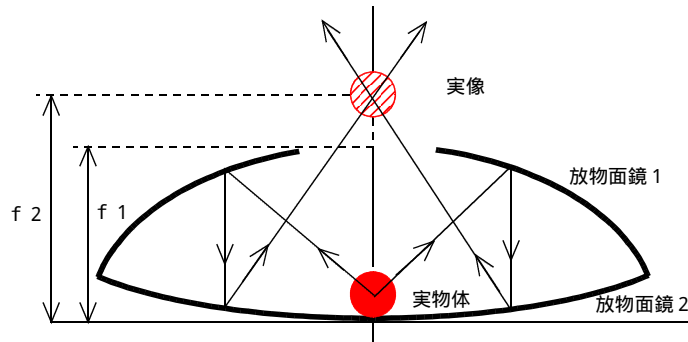
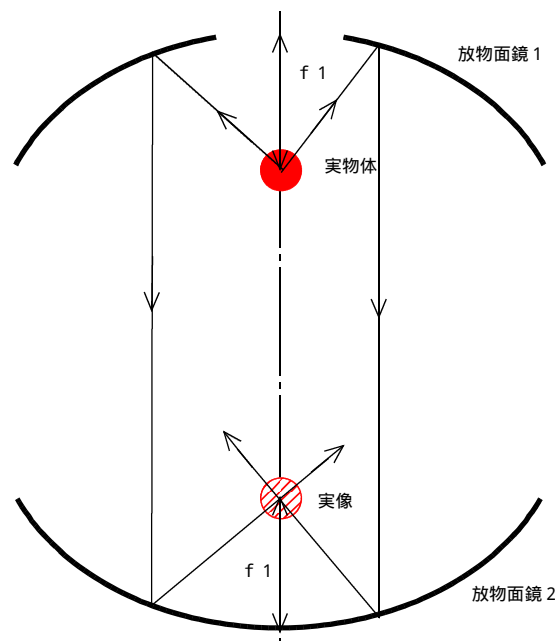
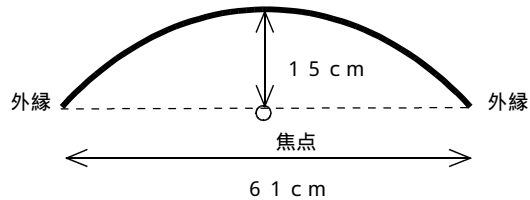

図1 焦点距離の異なる2枚の放物面鏡の組み合わせ。側面図。
図2 同型2枚の放物面鏡の配置
図4 パラボラリフレクターの外形と焦点位置の関係図
焦点距離の異なっている2つの放物面鏡を、図1に示しているように、向い合わせに配置する。図
2つの放物面鏡の大きさがほぼ同じで、焦点距離が、図1での2つの放物面鏡の配置に適合するようには、ほぼ100%特注して入手しかないであろう。実際、手の平サイズの、この方式のマジックミラーは市販されている。自作で、この方式を実現するのは、放物面鏡を自作することになるので、極めて難しい。が、ステンレスなどのパラボラ擬き鏡面を持っている調理用ボール、鍋や蓋等を探し出し、試行錯誤で組み合わせを行えば、できるかも知れない。
パラボラアンテナから、放物面鏡をつくる方法はあきらめた。が、太陽光集光用のパラボラリフレクターをエドモンド社 (URL <http://www.edmundoptics.jp>) が販売していることお思いだし、購入することにした。放物面鏡として利用できるのではないかと考えたのである。カタログには大きさで、大(口径61cm、焦点距離152mm)、中(口径46cm、焦点距離114mm)、小(口径31cm、焦点距離76mm)の3種類のリフレクターが掲載されていた。まず大のリフレクターを1枚選ぶことにしたが、これを図1の放物面鏡1として使えば、放物面鏡2に相当するものがない。どうしようかと思案しているうちに、図2のような放物面鏡の組み合わせが頭に思い浮かんだ。これをやってみることにして、大型リフレクターを2枚購入した。図2の配置における光路図を、図中に描いている。焦点に置いた実物体からの光線は放物面鏡1で反射されると主軸に平行に反射し、放物面鏡2に到達する。ここで反射された光線は、放物面鏡2の焦点に達する。光線の流れは図1と全く同じである。図1では、上の放物面鏡の上あたりの空間に、図2では、下の放物面鏡の焦点近傍の空間に、実像が得られるはずである。
(1) 実物体は明るく照らしていると、実像もよく見える。室内での展示においては、放物面鏡1の穴の上部に懐中電灯を置いて実物体を照らした。懐中電灯の代わりに、室内蛍光灯の真下に置くのも一案である。放物面鏡1の中心部の穴径は直径10cmとした。もっと大きくしても良さそうであるが、大きくしたが、余計に結像が悪くなってしまう可能性が捨てきれない。切り取ってしまうと元へ戻せないの、決断を要する。と書いているうちに気が付いた。直径10cmの穴の開いた大きめ円形リングを紙から切り出す。これを上の放物面の中央部に貼り付ける。紙で覆われた部分では、像からの光の反射は、鏡面の時と比較すれば、極端に悪くなる。このようにしても結像に劣化が見られなければ、上の外直径部分の大きさまで、放物面鏡1に穴が開けられるであろう。これにより、実物体に、より多くの光が差し込むことになる。なを、市販されている手の平大のマジックミラーでは、上のミラーの中心部には、放物面鏡の大きさと比較すると、結構大きな穴が開いている。
(2) 放物面鏡として利用したパラボラリフレクターは、カタログによれば、太陽光の集光、光源の平行化に使用されることを目的とした商品のようなものである。従って、面精度は反射望遠鏡の放物面鏡の精度とは比較にならない。が、鏡としてはそれ程悪いものではない。色々なものを実物体として、実像の出来具合を試験をしてみた。実物体が大きすぎると、ピンぼけが大きくなる。暗いとやはり実像は暗くなる。写真1に示した程度の大きさが、一番良さそうである。
(3) 購入したパラボラリフレクターの外形と焦点位置の関係を図4に示している。このパラボラでは外縁を閉じた平面のあたりに、焦点が位置している。これでは図1のような放物面鏡の組み合わせは、元々不可能であることがわかって。なを、エドモント社の他の中、小レフレクタの焦点の位置もこの大レフレクタと同じような位置関係にある。
(4) 写真2からわかるように、鏡面の精度は「極めて」良いものではない。像のピンぼけ、像のゆがみが見て取れる。が、この程度のパラボラ鏡でも、空間に実像を結ばせることができた。面精度が